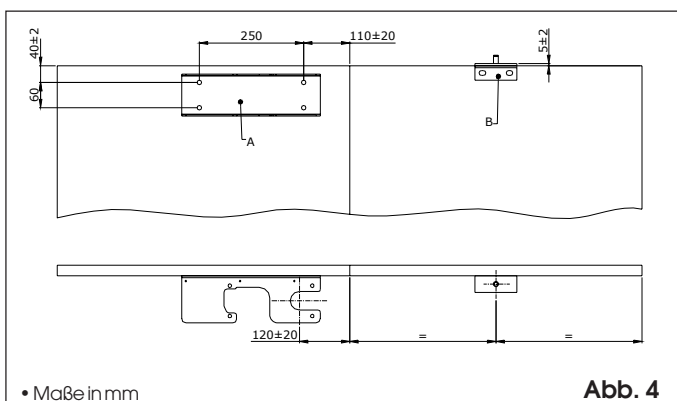

Abb. 4
beiden Fällen gelten die Installationsmaße in Abb. 4.
- 2) Die Grundplatte A auf dem Flügel nach den Maßen in Abb. 4 positionieren und festschweißen oder auf dem Flügel mit Nr. 4 Schrauben befestigen.
- 3) Die Position in der Mitte des zweiten Flügels bestimmen und das Winkelprofil mit Bolzen B positionieren, festschweißen oder mit Nr. 2 Schrauben befestigen - es sind die Maße in Abb. 4 zu beachten.